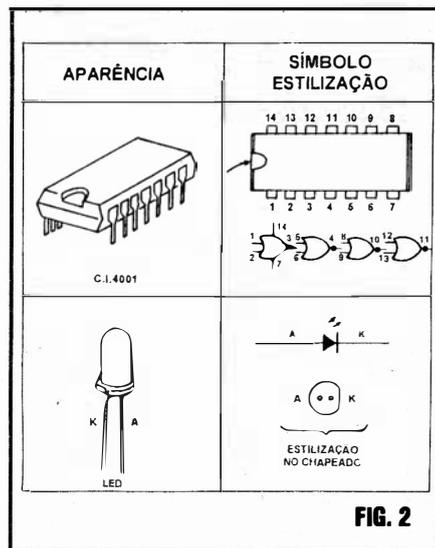
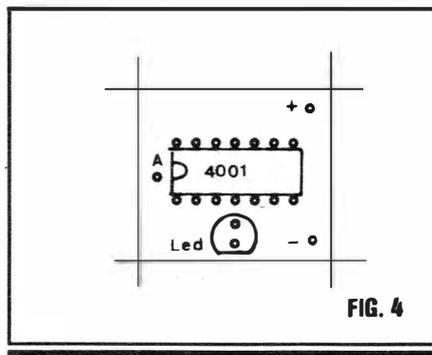

FIG. 2
FIG. 4
- FIG. 2 - PRINCIPAIS COMPONENTES DA MONTAGEM - Tirando-se os 4 resistores, os únicos componentes da montagem são os três semicondutores, sendo dois transistores e o LED "duplo"... Esses componentes - como sabe o Leitor/"Aluno" atento, são polarizados, e assim precisam ter seus terminais previamente identificados, sob pena de que ocorram inversões danosas (tanto ao funcionamento do circuito, quanto à integridade das próprias peças...) na hora das soldagens. Para prevenir tais possibilidades, em toda "Lição" PRÁTICA do ABC mostramos detalhadamente a aparência/símbolo/pinagem das peças principais, conforme o "Aluno" vê na fig. 2... Quanto aos transistores, cuidado para (embora "acertando" as posições de terminais...) não inverter a colocação das próprias peças, uma vez que o PNP e o
- **FIG. 2 - PRINCIPAIS COMPONENTES DA MONTAGEM** - O título do presente item é uma "redundância", já que os principais componentes são os "únicos" componentes do circuito: o Integrado e o LED... Ambos são vistos, na figura, em suas aparências, símbolos,
- FIG. 4 - “CHAPEADO” DA MONTAGEM - Agora vista pela face não cobreada, a plaquinha mostra, devidamente posicionados, o Integrado e o LED (em dúvida, consultem novamente a fig. 2...). Observar a orientação da extremidade marcada do 4001 e o lado chanfrado do LED. O ponto “A” destina-se à conexão da antena sensora, enquanto que os pontos “+” e “-”, obviamente, destinam-se à recepção dos cabos provenientes do suporte de pilhas (alimentação)...